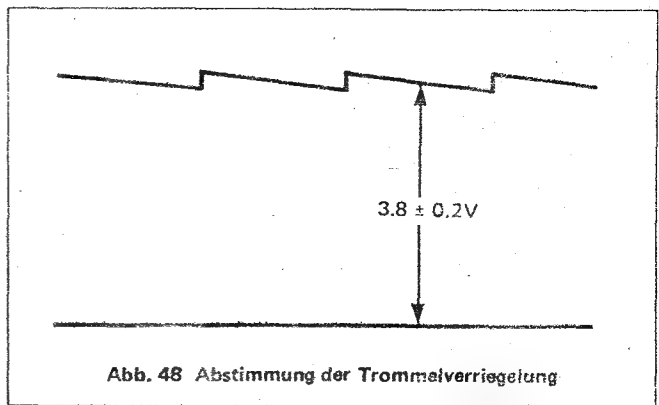

Abb. 48 Abstimmung der Trommelverriegelung
- 3) Wellenform bei TP-703 mit einem Oszilloskop messen und R714 (Trommelverriegelung) so abstimmen, daß die Bedingungen in Abb. 48 erzielt werden können.